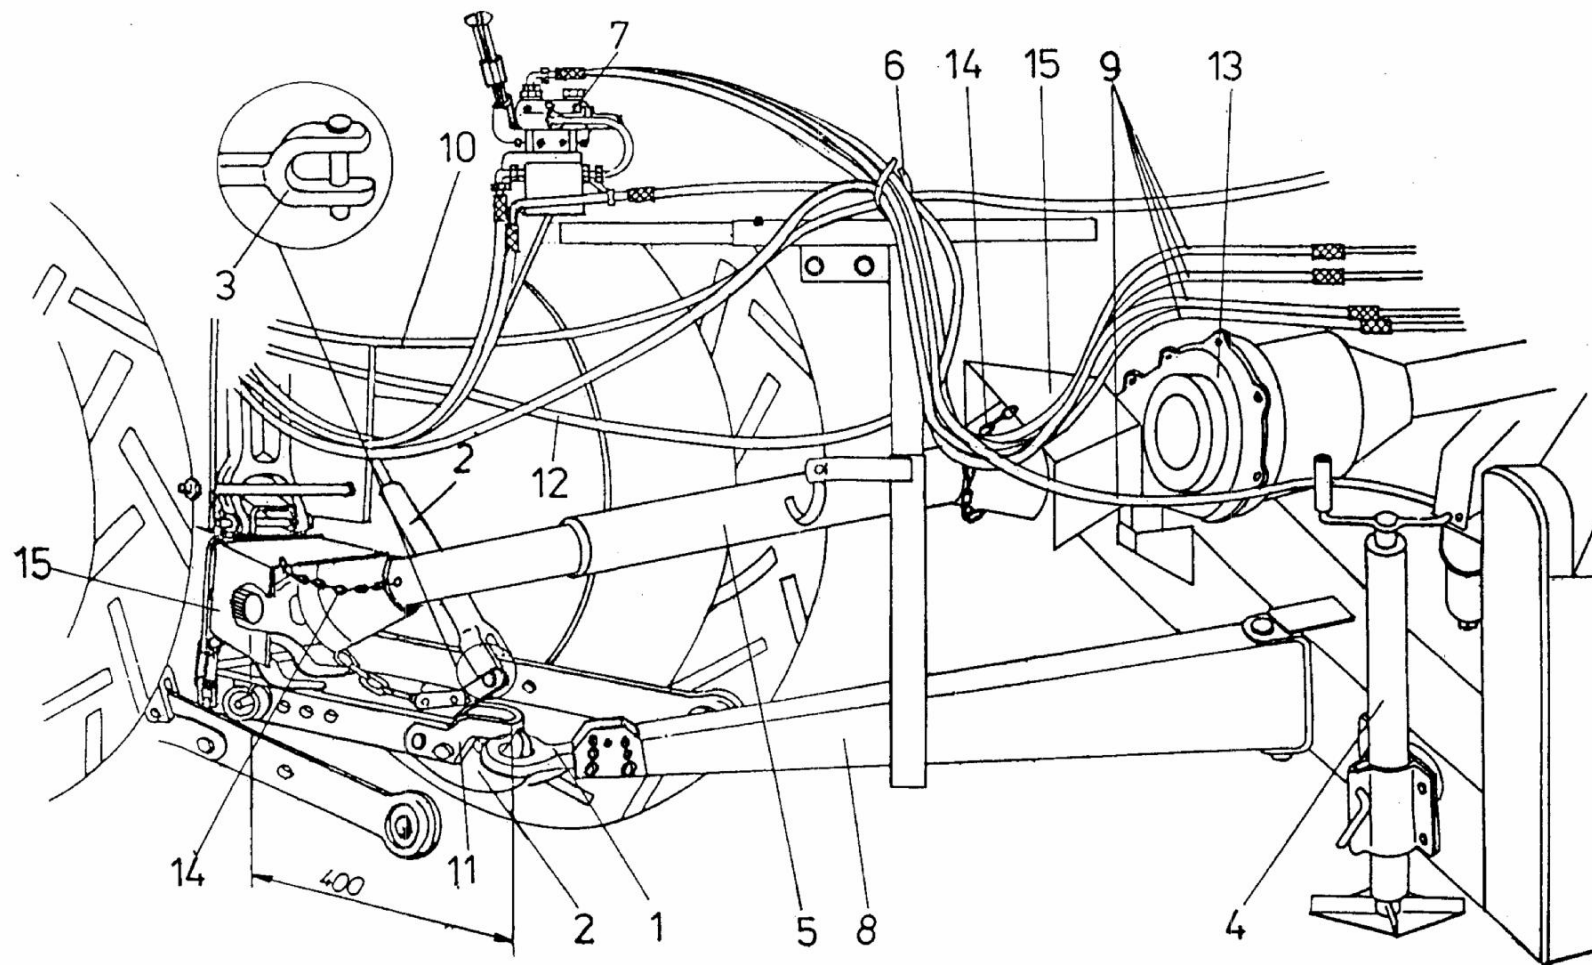

Abb. 16 Verbinden des Schleppers mit der Vollerntemaschine
- verbinde Deichselaug (1 Abb. 16) mit dem Haken (2) der unteren Transportkupplung oder mit den Gabeln (3) der Schlepperagrarkupplung und sichere die Verbindung. Wenn nötig passe die Höhe des Deichselauges der Vollerntemaschine an die Höhe der unteren Transportkupplung (Gabeln der Agrarkupplung) des Schleppers.
Hebe die Deichselstütze (4 Abb. 16) in die Transportlage (obere) und sichere sie mit einem Stift;